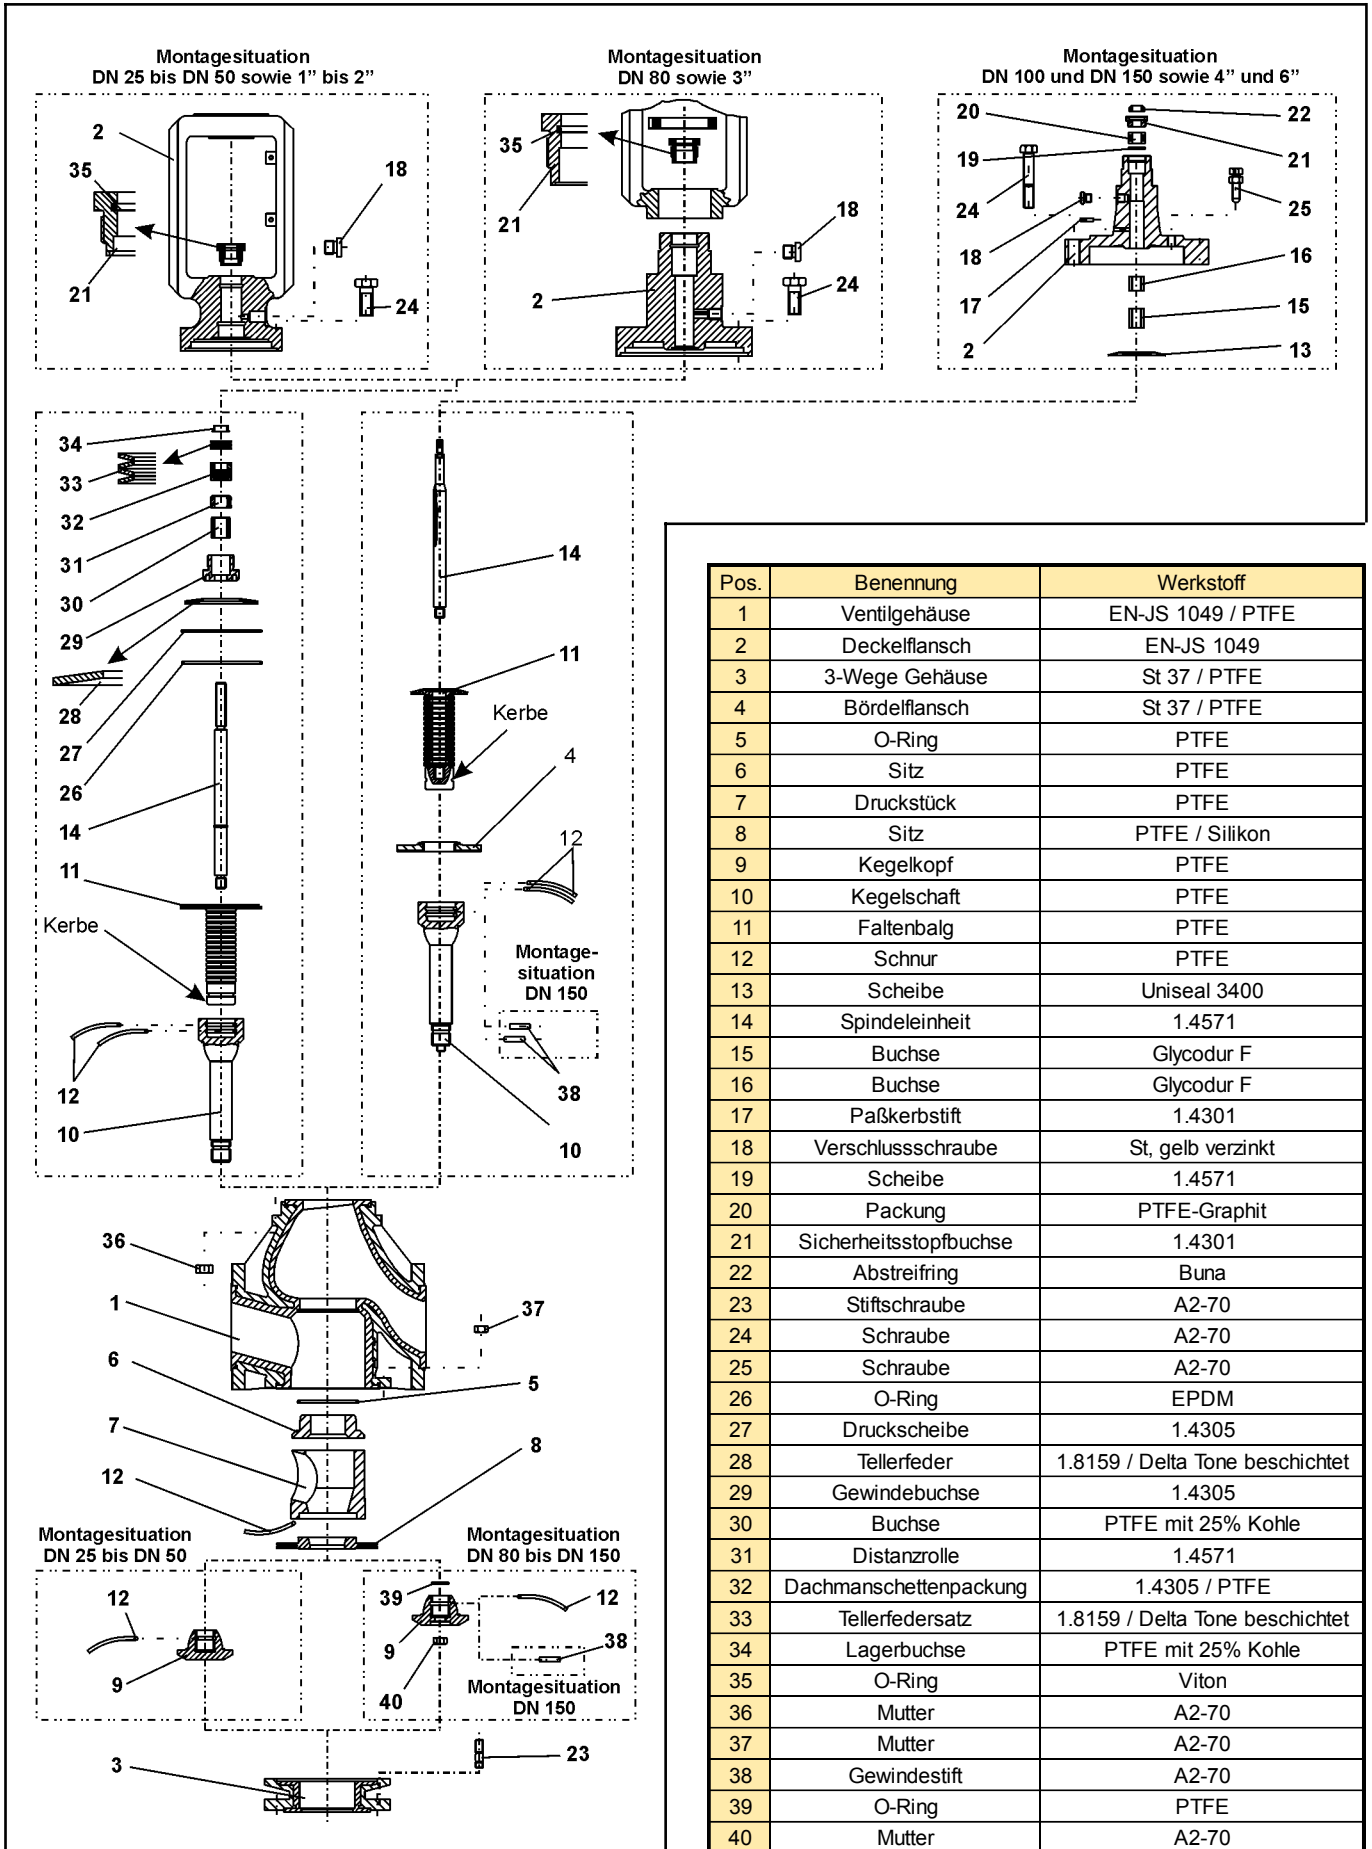

Bild 3 - Explosionszeichnung des 3-Wege Ventils BR 1d
Hinweis: Die in der Explosionszeichnung (Bild 3) dargestellte Lage und Anordnung der Einzelteile ist bei der Montage einzuhalten.
Der Deckelflansch (2) wird an der Laterne in einen Schraubstock eingespannt, so dass die Flanschöffnung nach oben gerichtet ist. Der Tellerfedersatz (33) wird in die dafür vorgesehene Bohrung eingelegt. Die Anordnung der Tellerfedern ist der Explosionszeichnung (Bild 3) zu entnehmen.
Die Tellerfeder (28), die Druckscheibe (27) und der O-Ring (26) werden in den Deckelflansch (2) eingelegt. Die Anordnung der Bauteile ist der Explosionszeichnung (Bild 3) zu entnehmen.